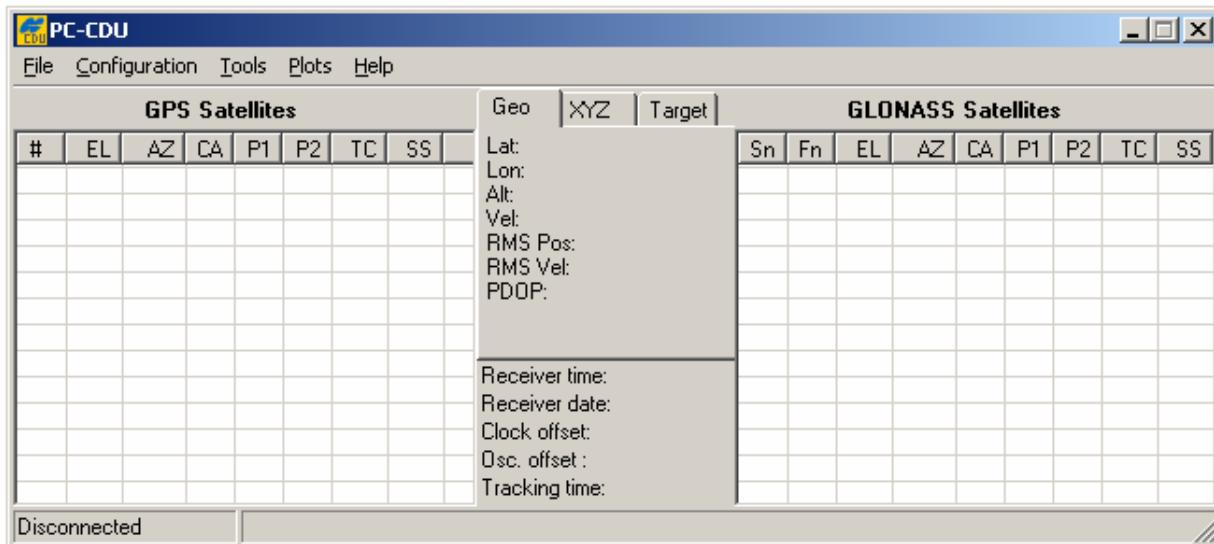

Рисунок 2-7. Главное окно PC-CDU
- После установления соединения приемника и компьютера запустите на компьютере PC-CDU. Сразу после запуска программы ее главное окно примет вид, показанный на рис. 2-7.